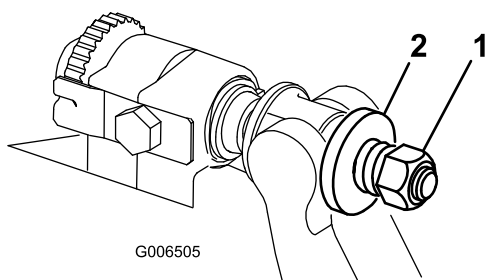

Bild 32
4. Ziehen Sie die Federspannungsmutter an, bis die Feder zusammengedrückt ist, drehen Sie sie dann um eine halbe Umdrehung heraus (Bild 32).
10. Ziehen Sie die Mutter an jedem Untermesserträgereinsteller an, bis die Druckfeder ganz zusammengedrückt ist, lösen Sie die Mutter dann um eine halbe Umdrehung (Bild 32).